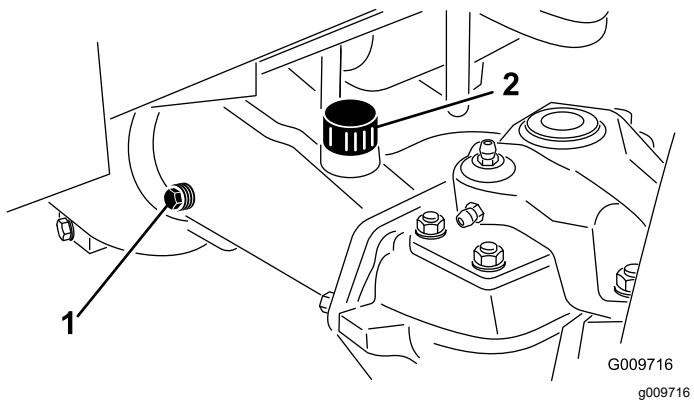

Figure 98
4. Retirez les 2 bouchons de contrôle du carter de pont et le bouchon de remplissage pour faciliter la vidange de l'huile (Figure 98).